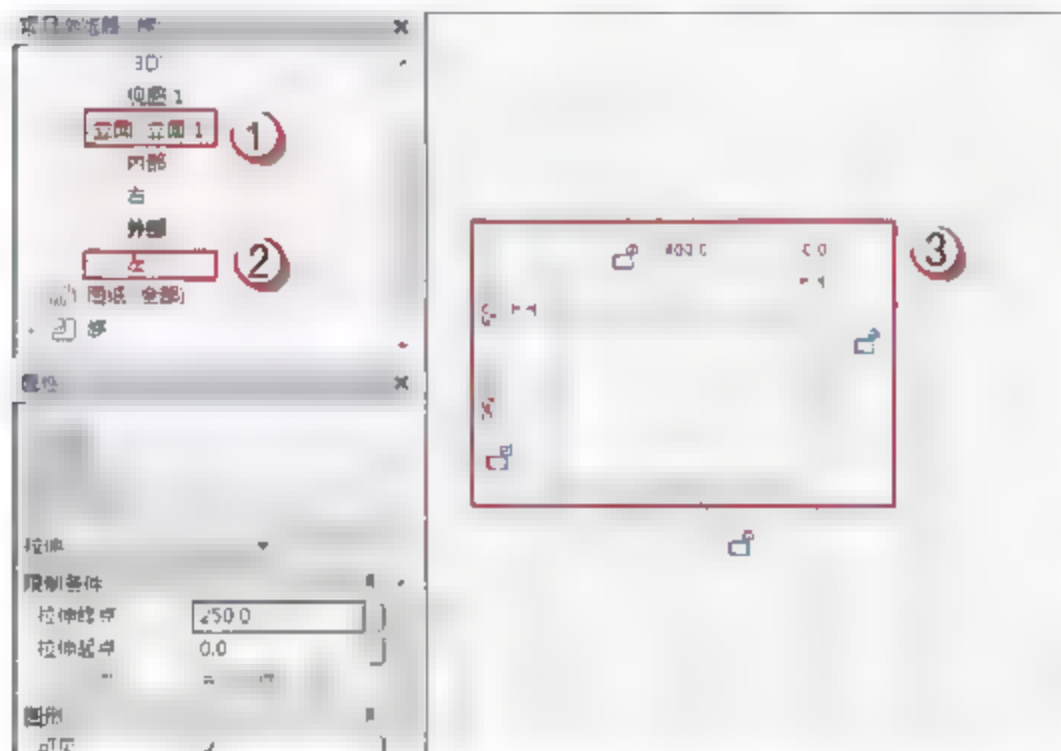

图 6.2.24 FM1534 乙上部窗户玻璃
(22) 绘制 FM1534 乙上部窗户玻璃。选择“项目浏览器”中的“立面(立面1)”→“左”选项，可以进入 FM1534 乙的外部立面视图，选择“创建”→“拉伸”命令，进入“修改|编辑拉伸”界面，用菜单中的绘制工具绘制 FM1534 乙上部窗户玻璃，如图 6.2.24 所示，绘制完成后，单击√按钮，完成绘制。